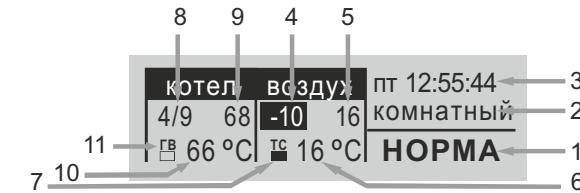

Рисунок 6. Информация главного окна
4.7.3 Описание информации на дисплее в режиме главного окна в соответствие с рис.6: